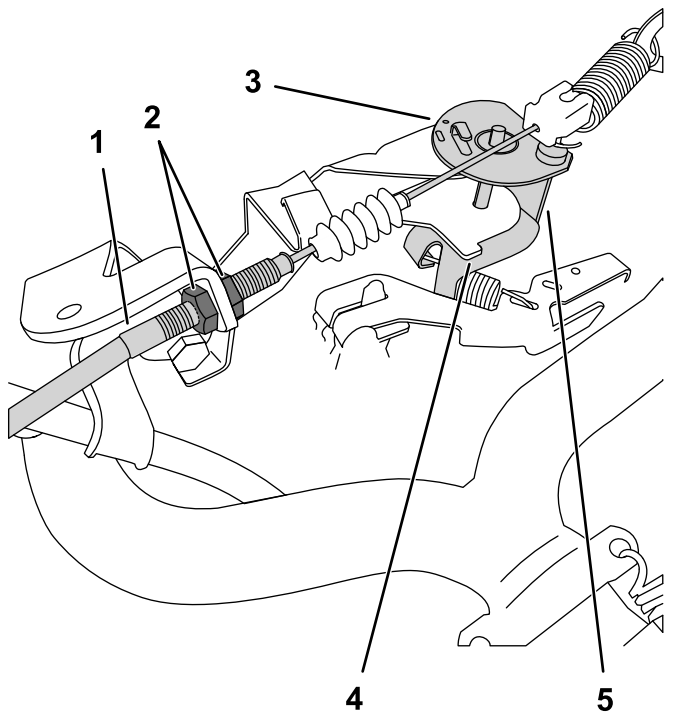

Figura 38
- No cabo do acelerador, desaperte a porca de retenção dianteira e aperte a porta de retenção traseira para aumentar o ralenti baixo (Figura 38).